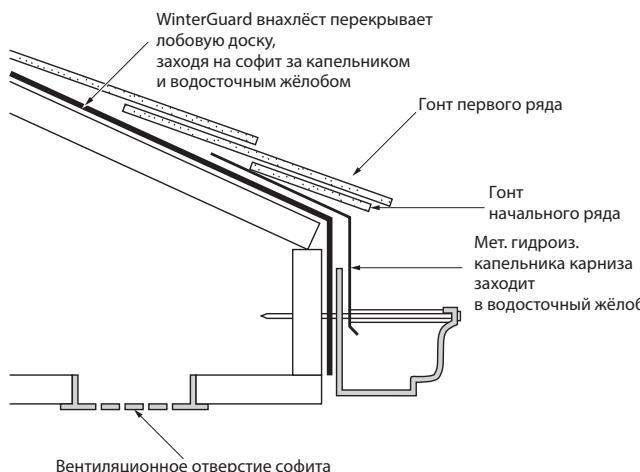
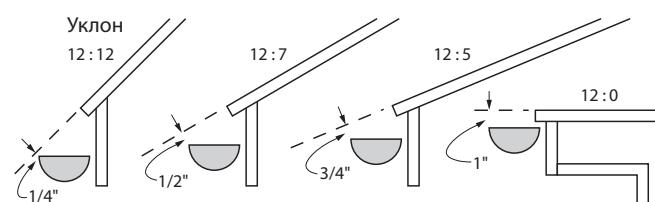

Рис. 5-8: Укладка по лобовой доске для защиты от скопления льда в водосточных желобах.
Рис. 5-10. Размещение водосточного жёлоба.
**БОРЬБА СО СКОПЛЕНИЕМ ЛЬДА В ВОДОСТОЧНЫХ ЖЕЛОБАХ:** Из-за скопления льда в водосточных желобах талая вода часто проникает за лобовые доски. В зависимости от конструкции карнизов это может привести к разрушению софитов или даже возникновению внутренних повреждений, которые выглядят как протечка крыши. Один из способов решения этой проблемы показан на Рис. 5-8. Другой способ – это завернуть WinterGuard™ по лобовой доске на софит и прибить обрешетину, чтобы прочно зафиксировать WinterGuard. Эта обрешетина также служит защитой от УФ-излучения. Установите капельник перед лобовой доской, покрытой гидроизоляцией WinterGuard. После этого установите капельник на карнизы поверх WinterGuard. Убедитесь, что капельник выдаётся в водосточный жёлоб на остаточное расстояние, как показано на Рис. 5-8, чтобы УФ лучи не попадали на WinterGuard. Если ширина лобовой доски превышает 15 см, то WinterGuard должна заканчиваться за водосточным жёлобом, чтобы не подвергаться воздействию УФ излучения. Этот способ невозможно применить на многих крышах с алюминиевыми или виниловыми лобовыми панелями. Правильная схема размещения водосточного жёлоба приведена на Рис. 5-10.